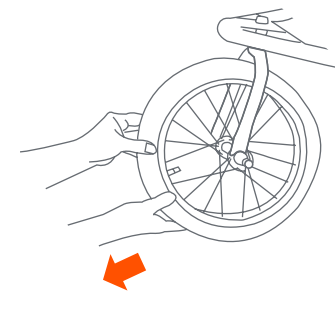

Fig. 20
- 20) • Soulevez la partie avant de la poussette et appuyez sur la roue pour vous assurer qu'elle est installée de façon sécuritaire (Fig. 20).